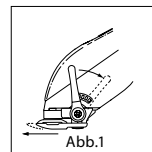

Abb.1
- Die Positionierung des Einstellhebels für die Schnitthöhe ist auf Abb. 1 dargestellt. Mit ihm kann die Schnitthöhe während des Schneidens verändert werden.